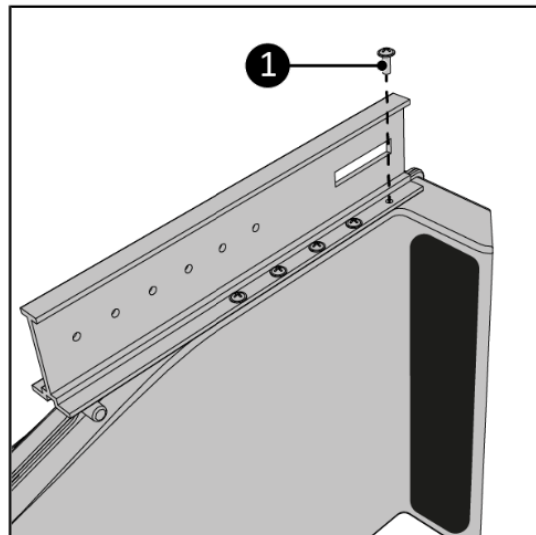

Figura 42.
5. Înșurubați șina principală(14)la dispozitivul de ieșire set de ferestre(15)folosind zece șuruburi de 3,5 x 10 mm (Figura 42, articolul 1). Asigurați-vă că toate găurile pentru șuruburi sunt aliniate corect.